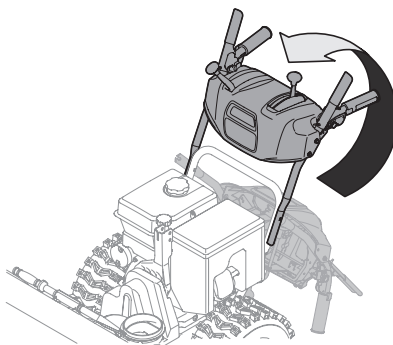

Figure 2-4
- Relevez la poignée et alignez-la avec la poignée inférieure. Voir la Figure 2-4. Retirez les bandes élastiques, le cas échéant, et jetez-les, car elles sont utilisées pour l'emballage.